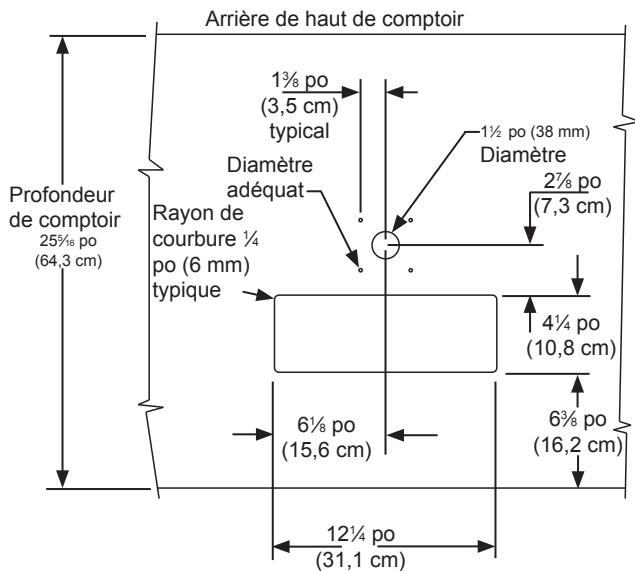

Figure 31
Les dimensions de découpe montrées en Figure 31 sont basées sur un haut de comptoir de profondeur 255/16 po (64,3 cm). Votre comptoir peut avoir une dimension différente et nécessite un autre positionnement d'avant à arrière. Référez-vous aux dimensions de produit en pages 6 et 7 pour déterminer les mesures requises.
4. Si vous installez votre réfrigérateur à fûts sous un comptoir, vous devrez percer 5 orifices dans le dessus de comptoir pour y monter la tour. Le premier de ces orifices fait 1 1/2 po de diamètre au centre de l'emplacement de la tour, pour la conduite de bière, à situer à environ 13 1/2 po (34,3 cm) du bord avant du haut de comptoir (sur la base d'une largeur de comptoir standard de 255/16 po). Ensuite vous percez 4 orifices de montage selon les dimensions de la Figure 31. Leur diamètre dépend du matériau du haut de comptoir et de l'éventuelle nécessité de chevilles. Les vis fournies sont dans le paquet de la littérature, ce sont des vis en acier inox type AB de 10 x 1 po. Marquez et réalisez la découpe pour le puisard de drainage. Une fois les orifices percés et le réfrigérateur pour fûts en place sous le dessus de comptoir, passez la conduite de bière au travers du joint de la tour, dans le orifice de 1 1/2 po dans le dessus de comptoir, et le orifice en haut du réfrigérateur pour fûts. Montez la tour sur le dessus de comptoir avec les 4 vis fournies. Placez le puisard de drainage, tiré du paquet de littérature, dans la découpe rectangulaire avec son encoche ronde vers l'arrière contre la tour, et placez la grille dessus.